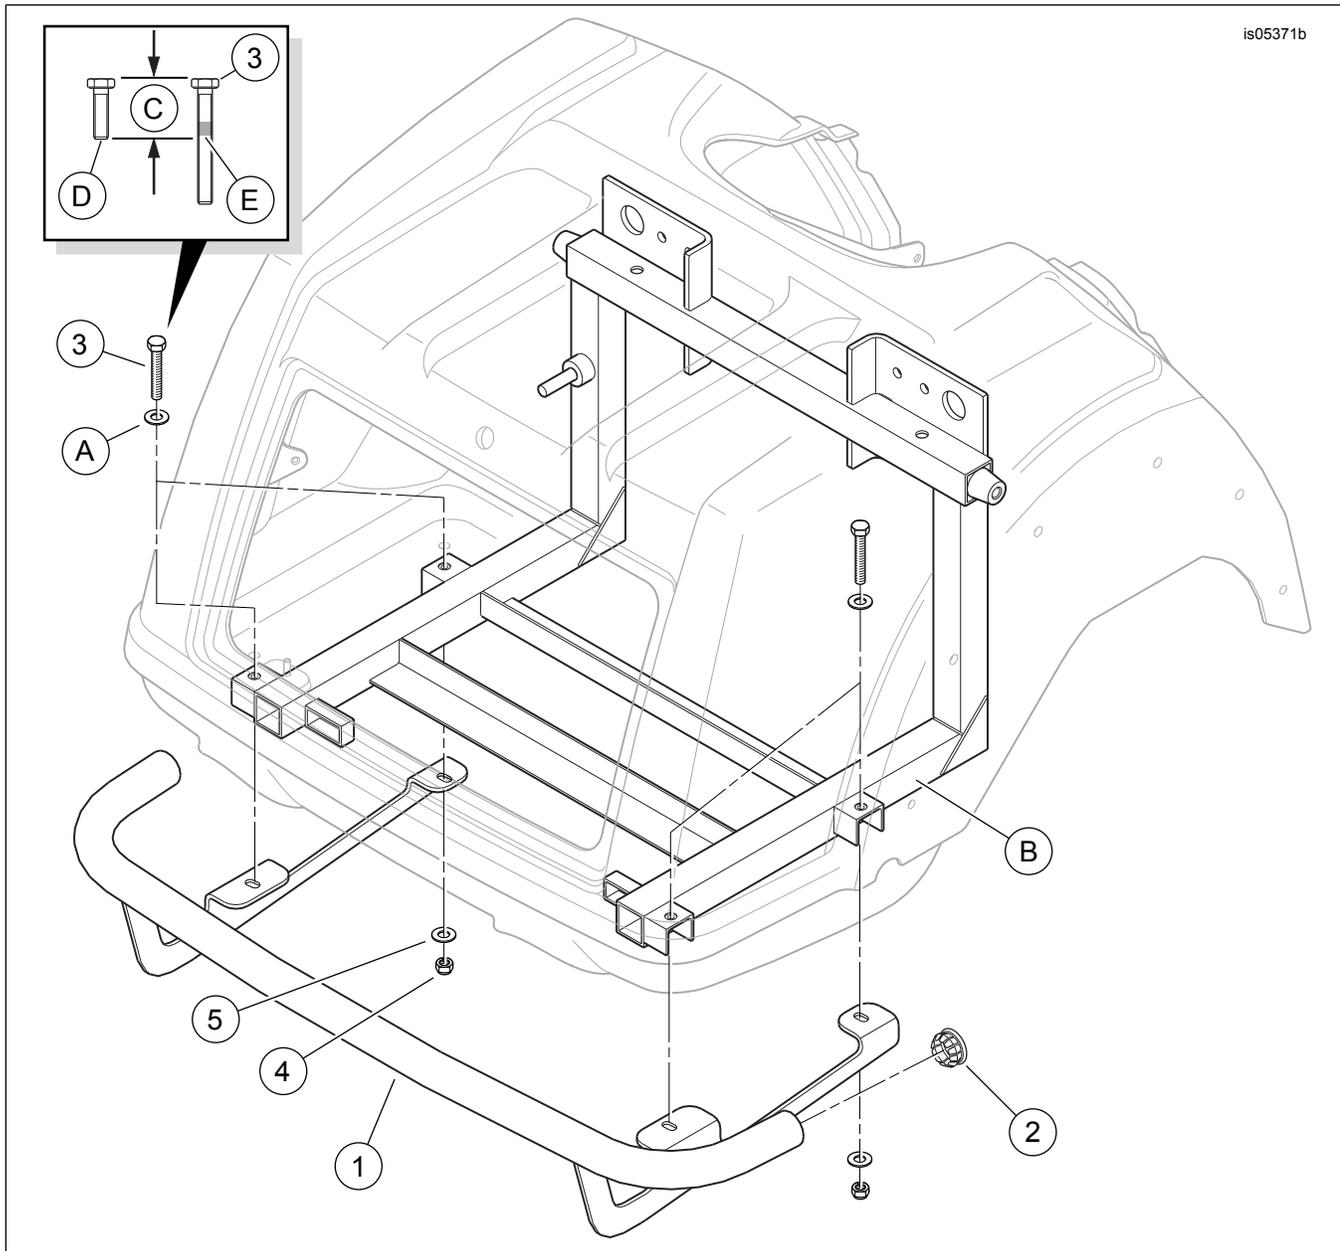

Рисунок 1. Запасные части: Комплект задней защиты Trike хромированный
См. Рисунок 1 и Таблица 1.
2. См. Рисунок 1. Найдите в полу багажного отсека четыре винта с шайбами (A), которые крепят корпус к задней раме. Снимите один из винтов, оставив шайбу на месте. Сохраните винт для шага 3, затем утилизируйте его.
3. См. рис. 1. Нанесите небольшое количество фиксатора резьбы на винт (3).